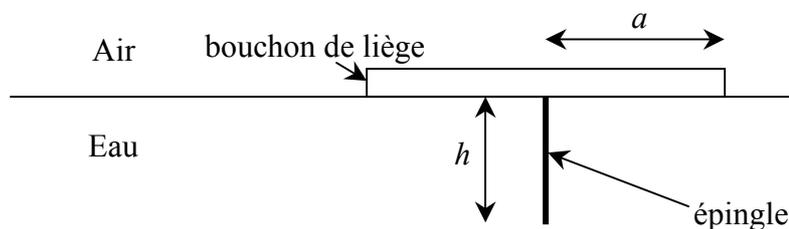

Figure 4
- 6.2 On plante une épingle au centre d'un bouchon de liège en forme de disque de rayon a (on ne se préoccupera pas de son épaisseur). On fait flotter le bouchon sur de l'eau, l'épingle vers le bas. Le bouchon de liège s'enfonce d'une profondeur négligeable dans l'eau. L'épingle dépasse du bouchon d'une longueur h . On se reportera à la figure 4 ci-dessous.